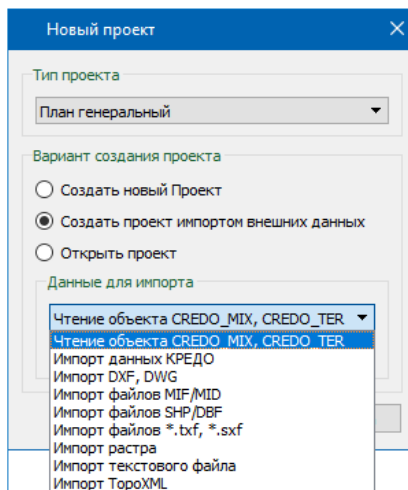
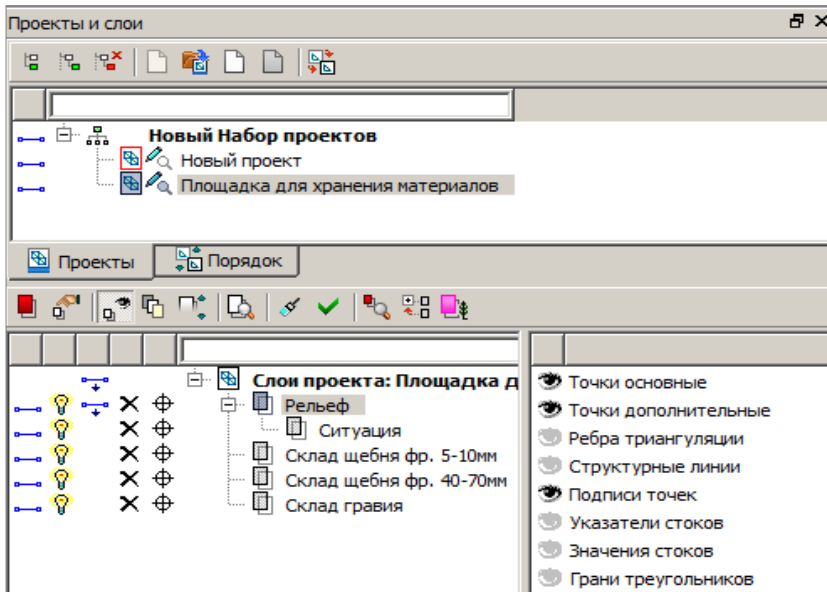
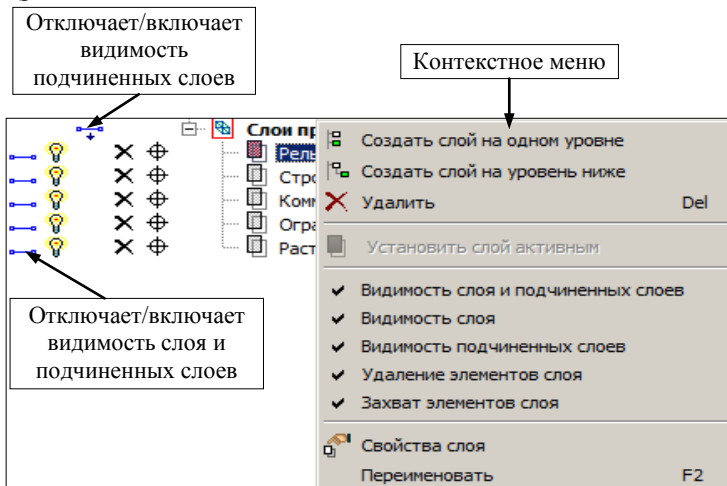

Рис. 3.10
Рис. 3.11
Рис. 3.12
3. При этом можно создать пустой проект, открыть ранее созданный проект из числа проектов НП плана или загрузить какие-либо данные из других систем, т.е. выбрать вариант создания проекта **Создать проект импортом внешних данных**, а из выпадающего списка выбрать необходимый тип данных (рис. 3.10).
Данный тип файла можно открыть через диалог **Новый проект** (рис. 3.10) или кнопкой **Открыть проект**  на локальной панели в окне **Проекты** (рис. 3.11), указав курсором **Новый узел**, который был создан при открытии нового НП.
5. Выберите вариант создания проекта **Открыть проект** (рис. 3.10).
В окне **Проекты** узлу, в котором создан проект, будет присвоено имя открытого файла, а в окне **Слои** отобразятся все слои проекта согласно созданной в файле PRX структуре слоев (рис. 3.11).
7. В окне проектов с помощью команды **Удалить узел из Набора проектов**  удалите узел **Новый проект** (рис. 3.11).
Напомним хорошее наглядное представление сути слоев – это набор прозрачных пленок, на каждой из которых размещается определенный вид графической информации. Слои объединяют разнообразные типы данных и определяют порядок их отрисовки, возможность захвата и удаления элементов слоя, видимость как всех данных слоя одновременно, так и отдельных элементов индивидуально (точки, ребра триангуляции, структурные линии и т. д. (рис. 3.11)).
Как было сказано выше, управление слоями выполняется в окне **Слои** панели **Проекты и слои** при помощи команд, сосредоточенных на локальной панели инструментов (рис. 3.11). Помимо этих команд, предусмотрены различные переключатели для управления видимостью слоев ( и ), условиями удаления  и захвата  элементов каждого слоя (рис. 3.12).
Эти настройки доступны также в контекстном меню каждого слоя (рис. 3.11), которое вызывается после наведения курсора на слой и нажатия на правую клавишу мыши.
Фильтры видимости  (рис. 3.11).
Также создать новый слой, удалить слой можно с помощью команд контекстного меню (рис. 3.12). Для этого необходимо выбрать курсором нужный слой и нажать правую клавишу мыши.